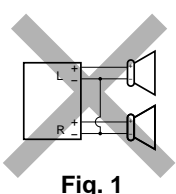
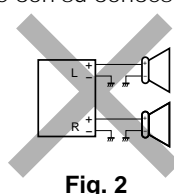

Fig. 1
Fig. 2
- If the speaker wiring in your car is as illustrated in Fig. 1 and Fig. 2 below, **DO NOT** connect the unit using that original speaker wiring. If you do, the unit will be seriously damaged. Redo the speaker wiring so that you can connect the unit to the speakers as illustrated in Fig. 3.
- Si el conexionado de altavoz de su automóvil es como se indica en las Figs. 1 y 2 de abajo, **NO** conecte la unidad utilizando ese conexionado de altavoz original. Si lo hace, se producirán daños graves en la unidad. Vuelva a efectuar el conexionado de altavoz de manera que pueda conectar la unidad a los altavoces de la manera indicada en la Fig. 3.
- Si le câblage des enceintes de votre voiture est réalisé comme montré sur la Fig. 1 ou Fig. 2 ci-dessous, **NE CONNECTEZ PAS** l'appareil en utilisant ce câblage original d'enceintes. Si vous le faites, l'appareil sera sérieusement endommagé. Recommencez le câblage des enceintes de façon que vous puissiez connecter l'appareil aux enceintes comme montré sur la Fig. 3.